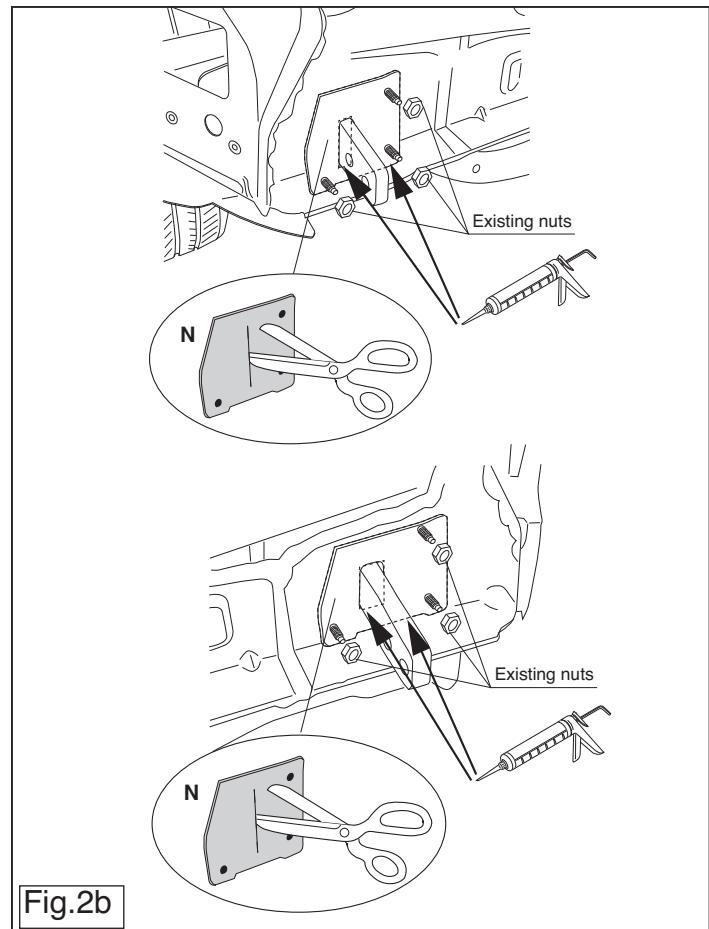

Fig.2b
5. Поставить уплотнение, как указано на рисунке. См рис. 2b.